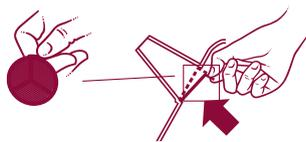

Fig. 2
- Desmonte o filtro de calcário, empurrando-o em direcção ao interior da chaleira com um objecto oblongo (não pontiagudo) através do orifício do bico, até conseguir soltá-lo do respectivo encaixe (fig.2).